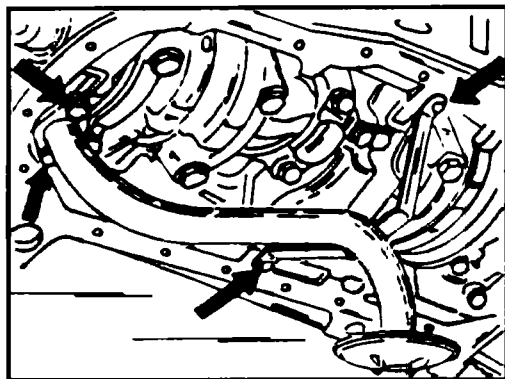

Рис. 3.43 Демонтаж подающей трубки масляного насоса
- ◆ С нижней стороны блока отогните стопорные шайбы, выверните болты крепления и снимите подающую масло трубку вместе с прокладкой (см. рис. 3.43).
◆ Теперь можно отвинчивать болты крепления насоса. Они показаны на рис. 3.43. После снятия масляного насоса нельзя вращать коленвал. Устанавливается насос в обратном порядке. При этом следует придерживаться следующих рекомендаций:
- ◆ Замените прокладку подающей трубы насоса, а болты, указанные стрелками на рис. 3.43, затяните моментом 10 Нм. Необходимо использовать новые стопорные шайбы, которые после затяжки болтов отгибаются на головке болтов.